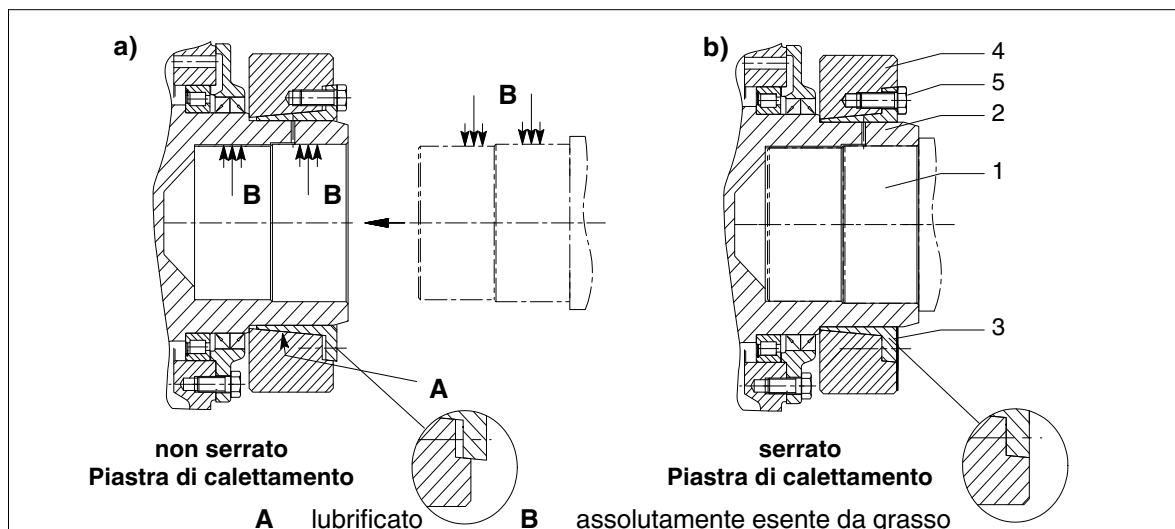

Figura 13: Montaggio della piastra di calettamento
- Le superfici coniche dell'anello interno e dell'anello esterno (3 e 4, vedi figura 13) devono essere prive di grasso e di olio.
- Applicare un sottile strato uniforme di lubrificante sulle superfici coniche dell'anello interno e dell'anello esterno (3 e 4, vedi figura 13).
- Applicare lubrificante sulle superfici di appoggio e sui filetti delle viti di serraggio (5, vedi figura 13).